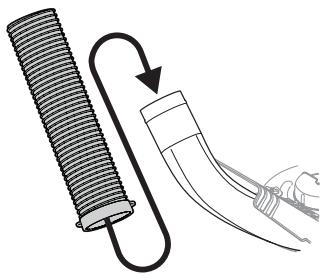

Figure 28
- Attrapez les anses à l'autre extrémité du tube flexible et enfilez ce dernier sur la goulotte, comme illustré à la Figure 28.